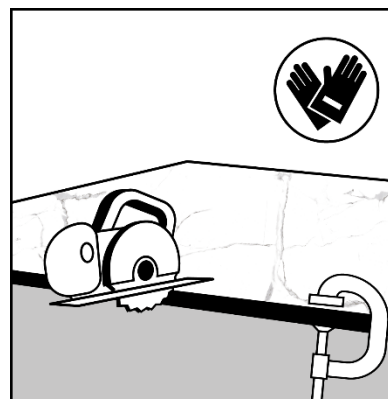

Figura 6
1. Para cortar el panel debe usar una sierra circular y una hoja recomendada para cortar aluminio. El corte siempre debe hacerse con el lado impreso hacia arriba. Antes de cortar, fije la guía de corte con la ayuda de pinzas de presión (Figura 6).